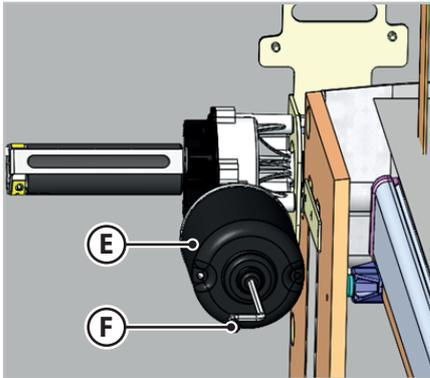

Abb. 6.21 - Elektrische Bettentriegelung Typ B
2. Stecken Sie am unteren Teil des Motors (**E** - Abb. 6.21) den Inbusschlüssel (**F** - Abb. 6.21) in den speziellen Sitz für die manuelle Betätigung.